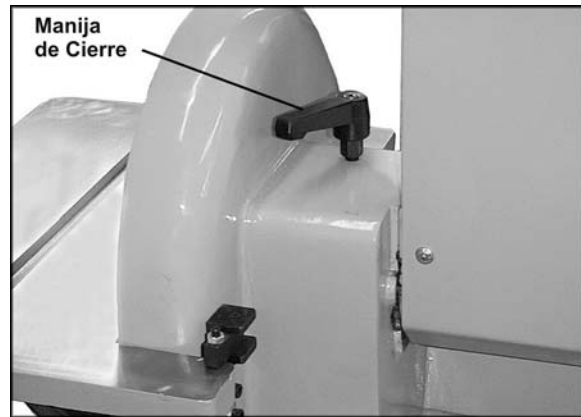

Figura 18
1. Afloje la *manija de bloqueo* como se muestra en la Figura 18.
4. Ajuste nuevamente la manija de bloqueo (Figura 18).